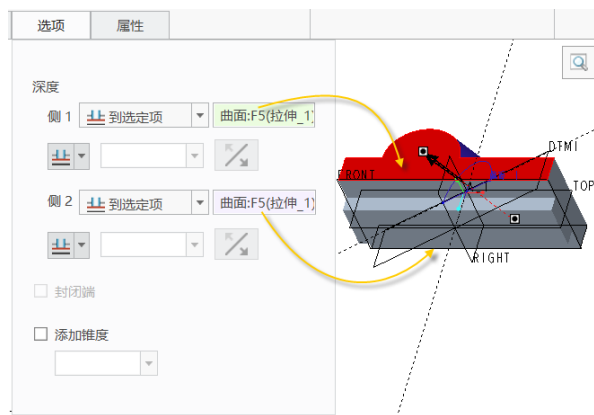

图 3-117 设置两侧拉伸
④ 在“拉伸”选项卡中打开“选项”面板，将“侧 1”和“侧 2”的深度选项均设置为“到选定项”，并选择相应的要拉伸到的实体表面或边线，如图 3-117 所示。